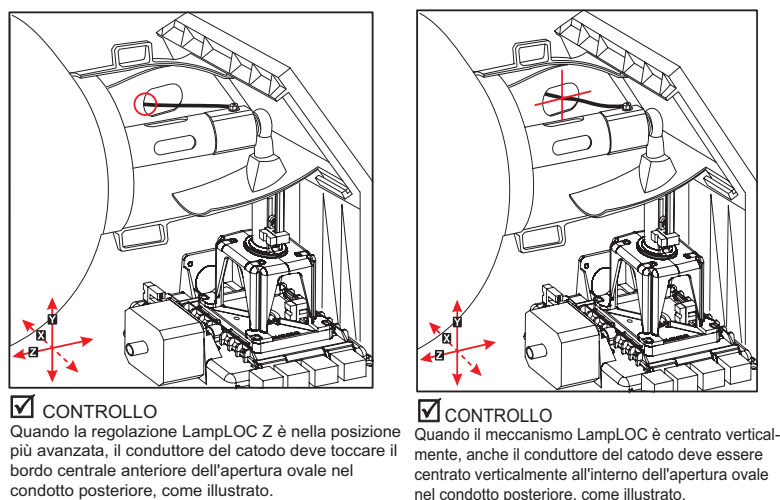

Figura 5-1 Verificare la posizione del conduttore del catodo
- Verificare la posizione del conduttore del catodo. (Figura 5-1) **Pericolo di radiazioni UV. È richiesto l'intervento di un tecnico qualificato.**